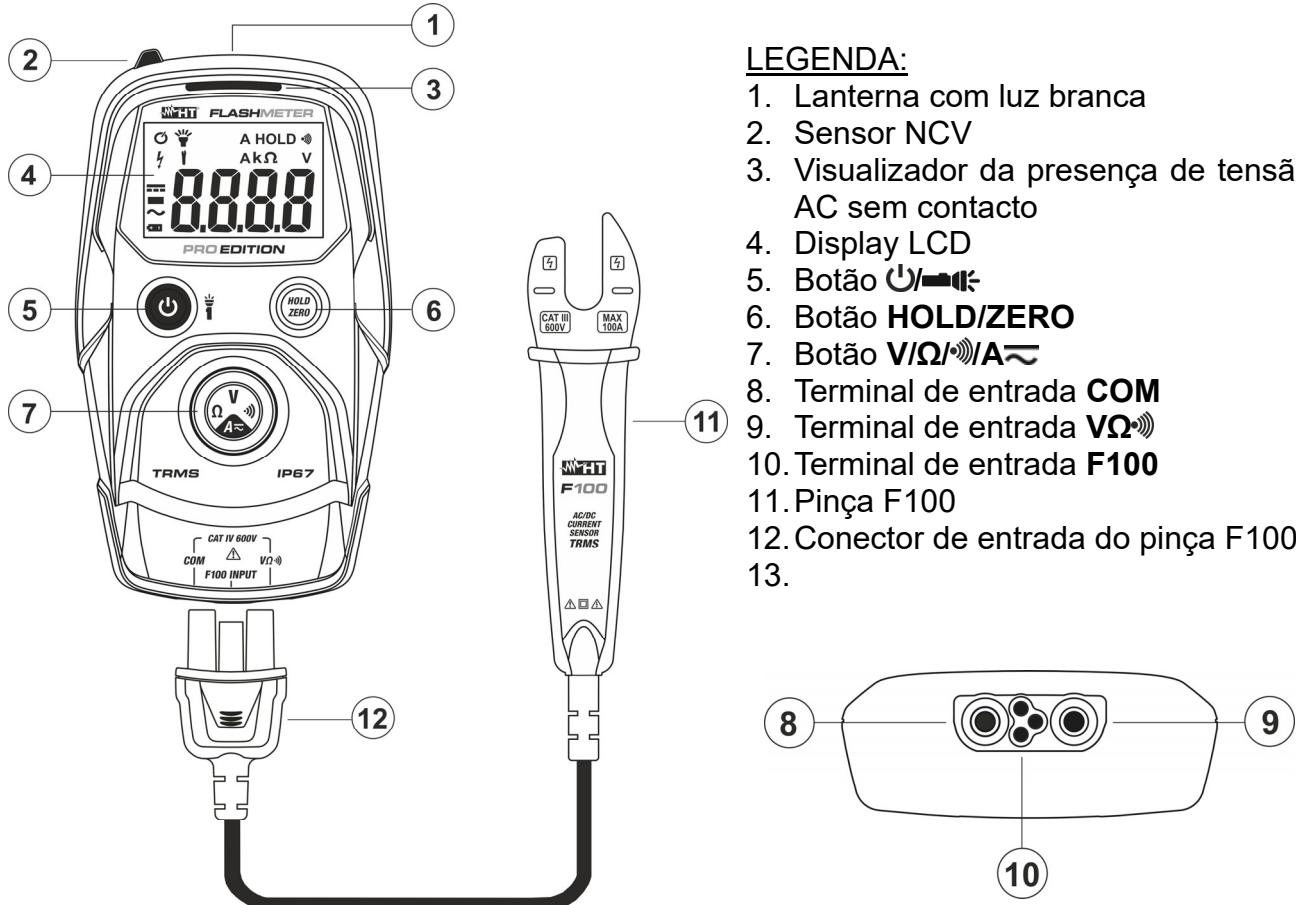

Fig. 1: Descrição do instrumento
A pressão do botão  permite ligar o instrumento. Premir durante cerca de 1s o botão  para desligar o instrumento. Com o instrumento ligado, premir o botão  para ativar/desativar a lanterna de luz branca integrada (ver Fig. 1 - parte 1). O símbolo "💡" é presente no display.
O instrumento permite detetar a presença de tensão CA sem contacto utilizando o sensor NCV presente na parte superior (ver Fig. 1 – parte 2).
3. O acendimento do visor vermelho (ver Fig. 1 – parte 3) indica a presença da tensão CA
- Insira o conector da pinça F100 (ver Fig. 1 - parte 12) nos terminais de entrada **COM**, **VΩ** e **F100**. O instrumento mostra automaticamente a seleção da medição de corrente CA (\sim) no display